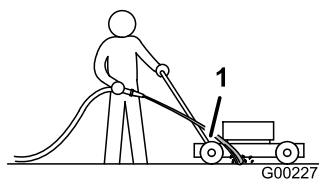

Figura 25
3. Tenete il flessibile da giardino all'altezza della maniglia e indirizzate il getto per terra, davanti alla ruota posteriore destra (Figura 25).